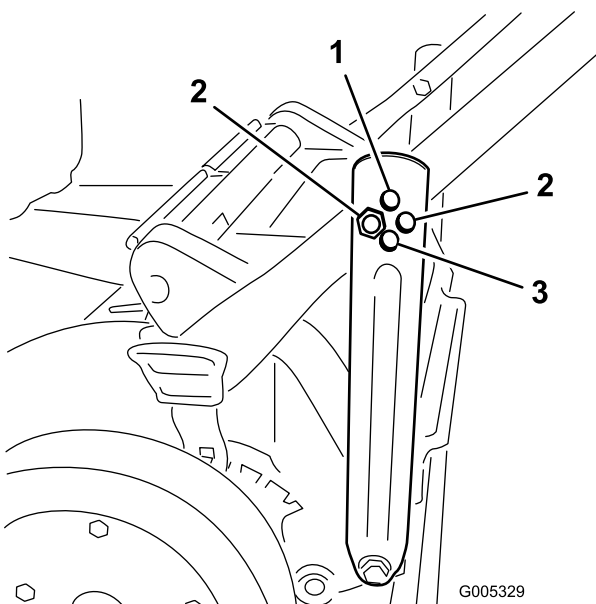

Figura 4
2. Introduzca el perno a través de uno de los taladros de cada uno de los soportes del manillar para ajustar el manillar a la posición deseada y apriete (Figura 4).